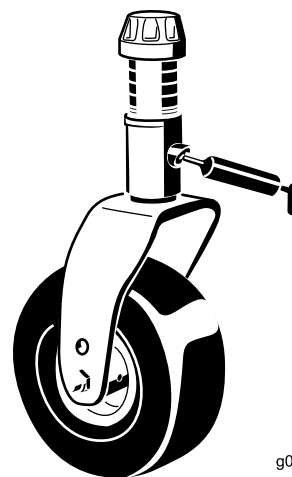

Figure 41
- 2 bagues d'axe de fourche de roue pivotante (Figure 41)